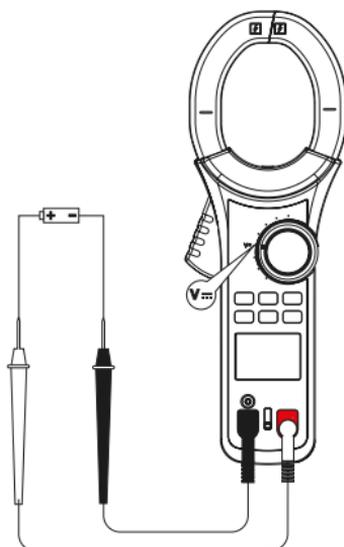

Рис. 3 Измерение напряжения постоянного тока
7.1 Измерение напряжения постоянного тока (рис.3)
3. Подключите щупы параллельно к тестируемой цепи или нагрузке (рис. 3).